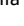

Fig. 154 En la consola central: tecla del freno de estacionamiento electrónico. ▶
- El freno de estacionamiento electrónico está conectado cuando se enciende el testigo de control de la tecla → fig. 154 (flecha) y cuando se enciende el testigo de control *rojo*  en la pantalla del cuadro de instrumentos.
- El testigo de control de la tecla → fig. 154 y el testigo de control rojo  de la pantalla del cuadro de instrumentos se apagan.